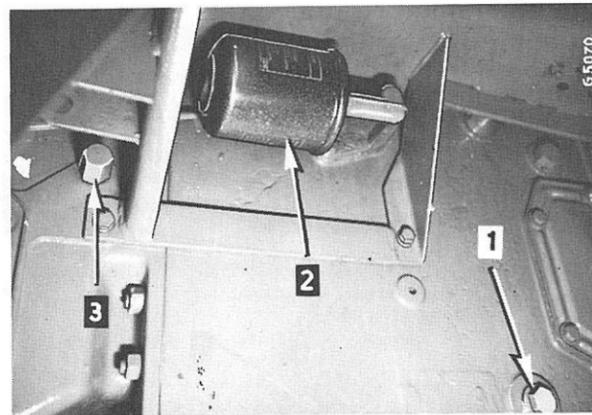

Fig. 68
La transmission à sélecteur de commande hydraulique est équipée d'une crépine d'aspiration (1) Fig. 68 vissée dans la paroi gauche du carter de transmission, dans le compartiment des gammes.
Les tracteurs équipés de la transmission à commande hydraulique sont équipés d'un filtre "by-pass" (2) Fig. 68 qui épure continuellement l'huile de la transmission pendant que le moteur tourne.